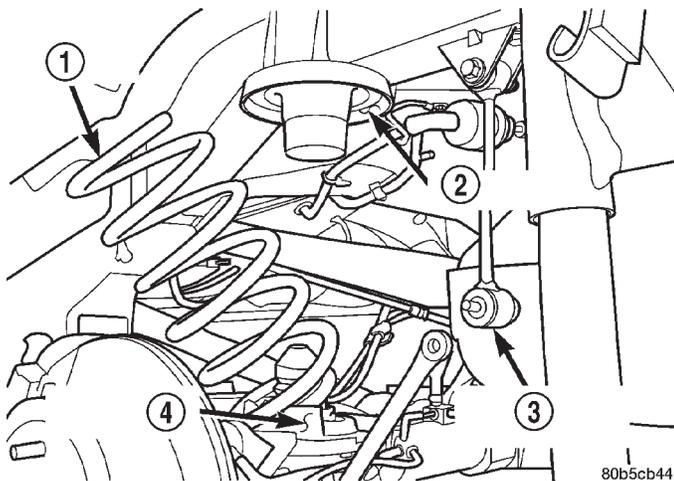

Abb. 3 Schraubenfeder
(1) Fahrzeug anheben und sicher abstützen. Die Achse mit einem hydraulischen Wagenheber abstützen.
(2) Räder abbauen.
(3) Verbindungsstangen vom Stabilisator abschrauben (Abb. 3).
(4) Befestigungsschrauben der Stoßdämpfer von den Halterungen an der Achse lösen.
(5) Hydraulischen Wagenheber absenken, die Achse leicht kippen und die Schraubenfeder ausbauen (Abb. 3).
(6) Oberen und unteren Gummiring der Schraubenfeder ausbauen und auf einwandfreien Zustand prüfen (Abb. 3).